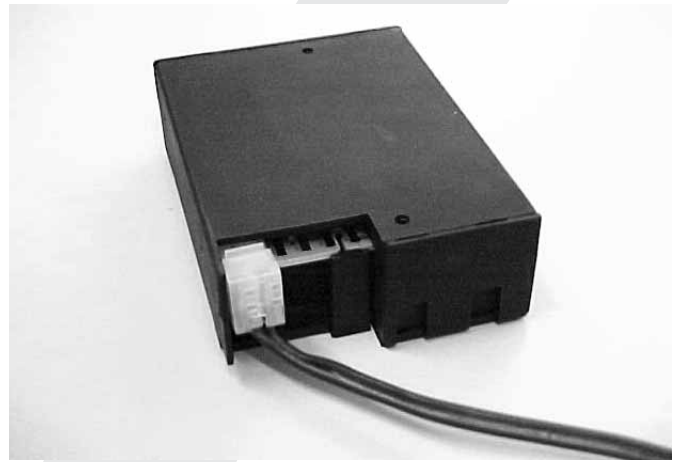

fig. 9
- Enfoncer la prise blanche du câble de raccordement à l'arrière de la plaque du circuit imprimé du récepteur (fig. 9).